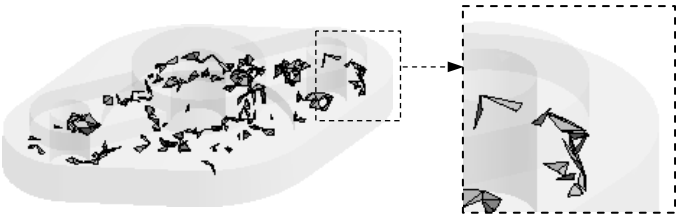

图 5.4.3 四面体单元
- ◆ —●— Tet10 图例：表示 10 单元节点的四面体单元，单击图表中对应颜色的柱状图，在图形区显示所有的四面体单元，如图 5.4.3 所示。